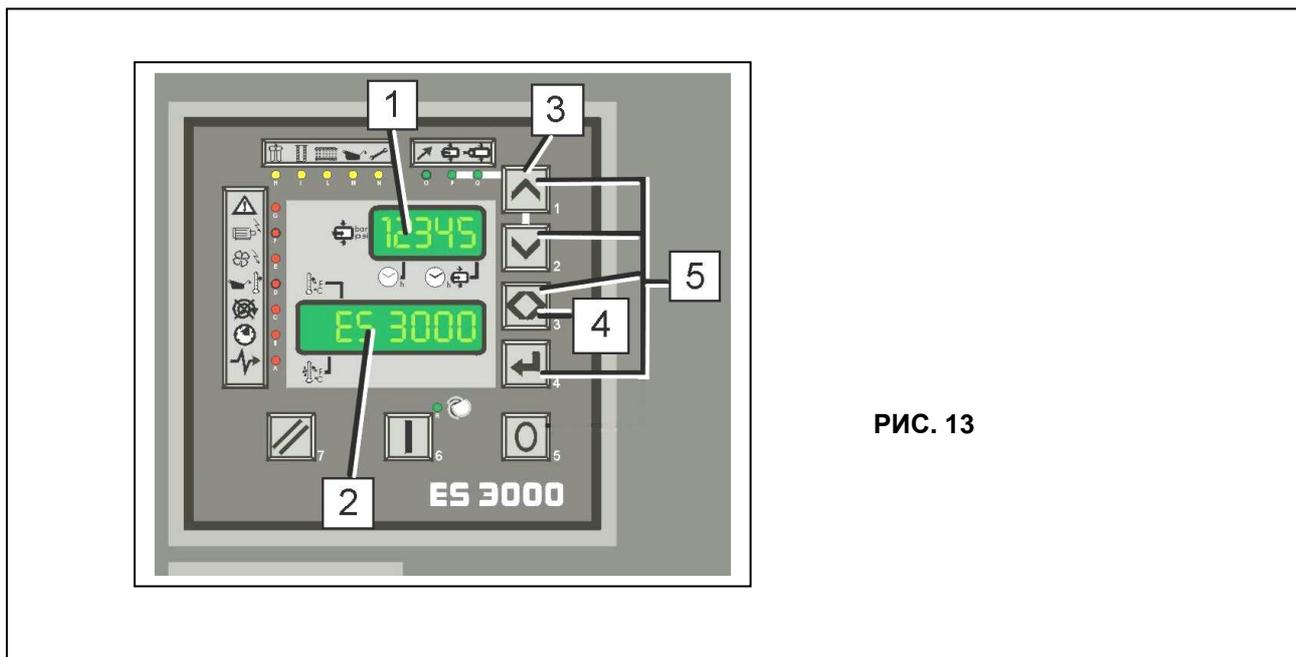

РИС. 13
На пульте управления находится электронная плата управления и диагностики, в функции которой входит вывод на дисплей функций, приведенных на рис. 13.
Для сброса счетчика (например, воздушного фильтра ссылка L) после выполнения технического обслуживания выполните следующие действия (**см. рис. 13а**):
РИС. 13а
- 1) Нажмите клавишу ссылка 1 на рис. 13а. Светоиндикатор Q замигает и машина начнет работу в холостом режиме.
2) Нажмите клавишу ссылка 1 на рис. 13а снова, после чего машина вернется в обычный режим работы.
- Нажмите и удерживайте клавишу 4 на рис. 13а в течение нескольких секунд до тех пор, пока на верхнем дисплее не появится **P0** (давление отключения), а на нижнем дисплее одновременно появится значение этого давления в барах (8, 10 или 13).
- При нажатии клавиши 1 на рис. 13а все параметры платы (**P0, P1, r2, t3, t4, C5, C6, C7**) появляются последовательно на верхнем дисплее, а значения каждого параметра – на нижнем дисплее. Для выхода нажмите клавишу 3 до тех пор, пока световая точка на дисплее не установится на символе.
- Нажмите и удерживайте клавишу ссылка 4 на рис. 13а в течение нескольких секунд до тех пор, пока на верхнем дисплее не появится **P0**
- Нажмите и удерживайте клавишу ссылка 1 на рис. 13а до достижения параметра “**r2**” (максимальная температура)
- Нажмите клавишу ссылка 4 на рис. 13а: значение температуры на дисплее мигает
- Нажмите и удерживайте клавишу ссылка 2 на рис. 13а до достижения значения 95.
- Нажмите клавишу ссылка 4 на рис. 13а для подтверждения изменений, значение 95 перестанет мигать.
- Выйдите из режима программирования, нажав клавишу ссылка 3 на рис. 13а